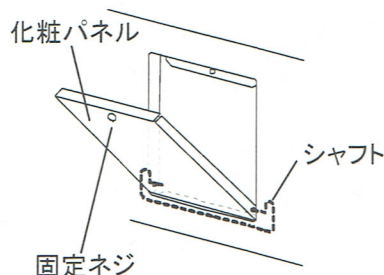

図 5
1. 自記温度記録計の取付位置にある化粧パネルの固定ネジを外して、化粧パネルを手前に開いてください。その後、シャフトを左右に広げて、化粧パネルを外してください。(図 5)